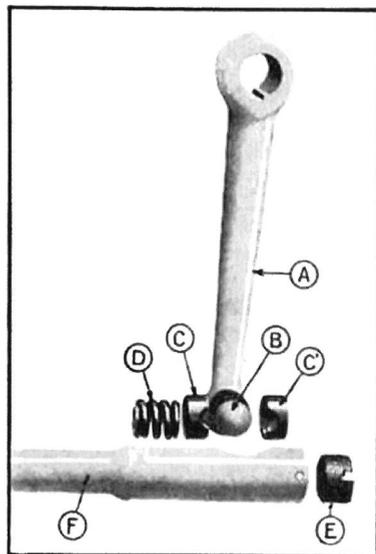

Fig. 222. — Montage du boîtier AR de la barre de commande de direction.
- 12—Graisser l'intérieur du boîtier de la barre ; disposer convenablement les noix et engager la rotule du levier dans le boîtier ; visser le bouchon à encoches jusqu'à serrage normal et goupiller ce bouchon (fig. 222).